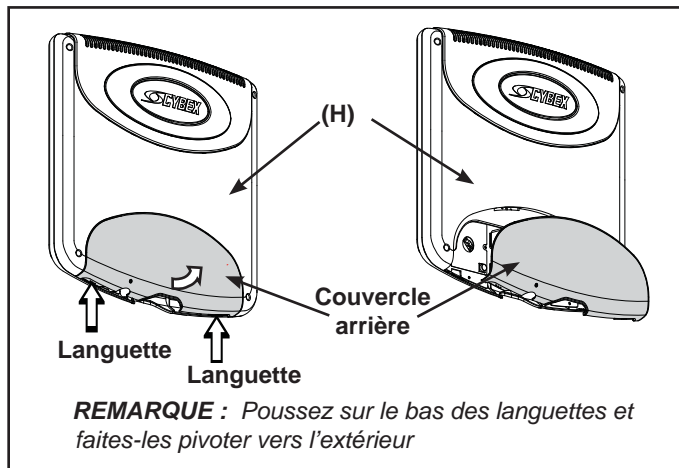

Figure 22
- A. Repérez le moniteur (H), quatre vis de montage (K), quatre rondelles de blocage (L) et quatre rondelles plates (M).
- B. Retirez le couvercle arrière du moniteur (H) en appuyant sur les languettes inférieures du couvercle vers l'intérieur et en les faisant pivoter vers l'extérieur. Reportez-vous à la figure 22.